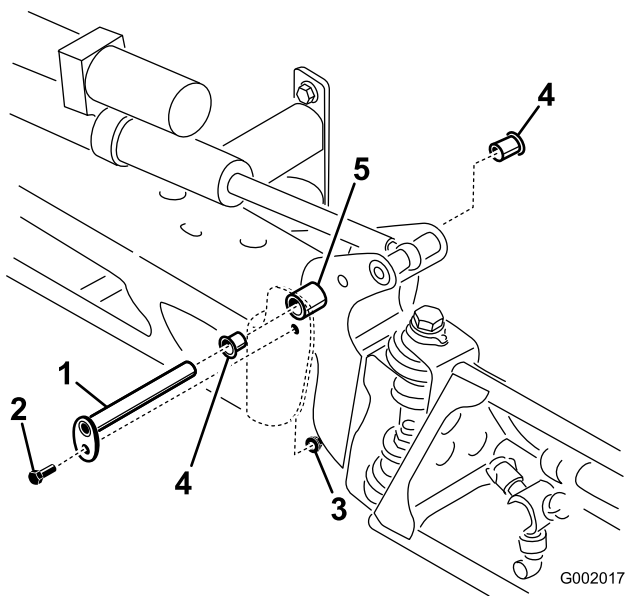

Bild 75
3. Wenn das Gewicht des Auslegers abgestützt ist, nehmen Sie die Schraube und die Mutter ab, mit denen der Lagerbolzen am Ausleger befestigt ist (Bild 75). Nehmen Sie den Lagerbolzen ab.
5. Nehmen Sie die Nylonbüchsen vorne und hinten an der Schwenkhalterung ab und prüfen Sie sie (Bild 75). Ersetzen Sie beschädigte Büchsen.
7. Montieren Sie den Ausleger und die Schwenkhalterung im mittleren Rahmen und richten Sie die Öffnungen aus (Bild 75).